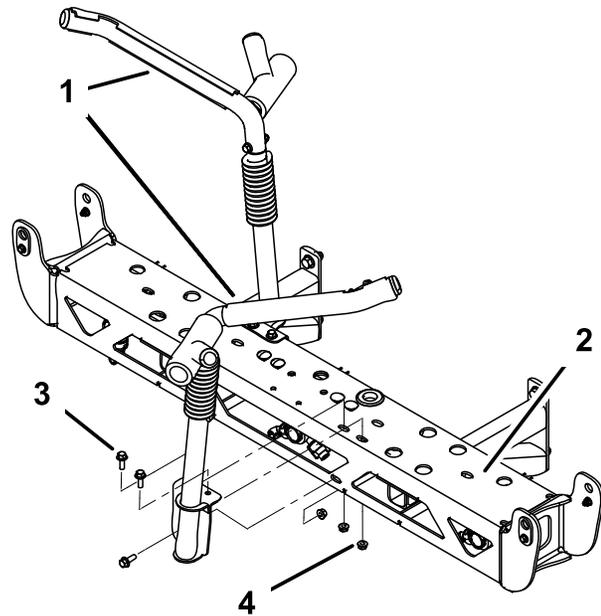

Figura 25
2. Instale los soportes de transporte de los brazos al brazo central usando 6 pernos (3/8 x 1-1/4 pulgadas) y 6 contratuercas (3/8 pulgada). Oriéntelos según se muestra en Figura 25